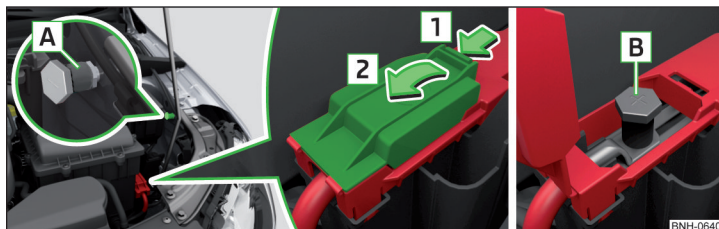

Fig. 251 **Punctul de masă și polul plus la autovehiculele cu bateria în portbagaj**
Polul plus **B** se află sub un capac, în compartimentul motor » fig. 251.
- › Conectați borna plus a cablului pentru pornire asistată în poziția **B** » fig. 251.